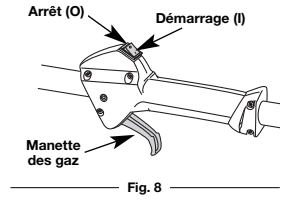

Fig. 8
**REMARQUE:** Il n'est pas nécessaire de faire démarrer la machine. La commande démarrage et arrêt est en position démarrage (I) en permanence (Fig. 8).
2. Appuyez sur la commande Marche/Arrêt Stop et maintenez-la en position ARRÊT (O) jusqu'à ce que le moteur s'arrête complètement (Fig. 8).